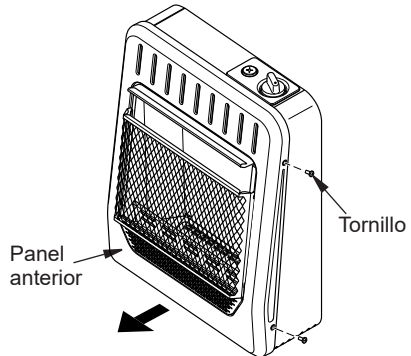

**Figura 4 - Distancias mínimas de montaje vistas desde la parte anterior del calentador**
**⚠️ ADVERTENCIA:** Mantenga las distancias mínimas como se muestra en la Figura 4, página 41. Si es posible, proporcione distancias mayores respecto al suelo, al techo y a las paredes adyacentes. Mida desde el punto más alejado del calentador.
**ADVERTENCIA:** mantenga las distancias mínimas que se muestran en la figura 4, página 41. Si puede, proporcione distancias mínimas mayores con